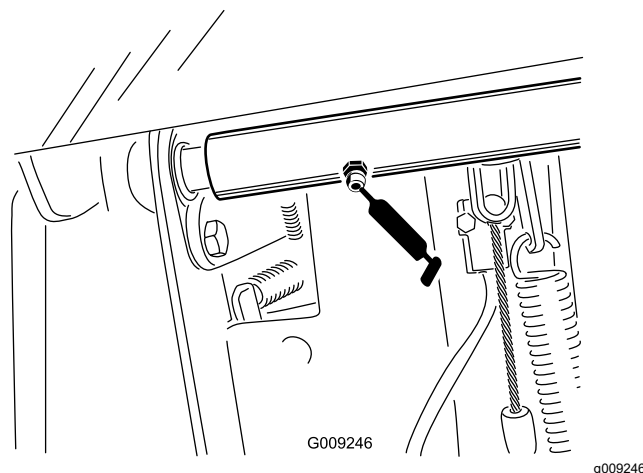

Figure 77
- 2 roulements d'axe de pivot de pédale de frein (Figure 77)